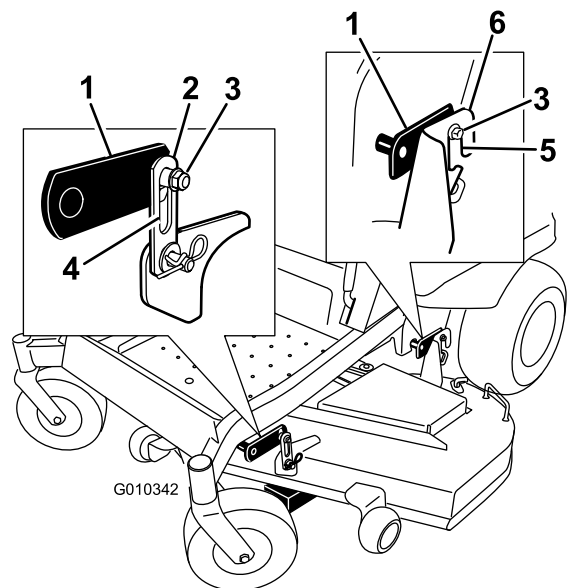

Bild 65
4. Lösen Sie die Sicherungsmuttern der Nivellierungseinstellung (Artikel 3) an allen vier Ecken, sodass das Mähwerk sicher auf allen vier Blöcken sitzt. Stellen Sie sicher, dass die Mähwerkhängeprofile ganz unten sind (oben am Schlitz) und dass das Mähwerkhubpedal ganz gegen den Anschlag gedrückt ist. Ziehen Sie dann die vier Sicherungsmuttern der Nivellierungseinstellung fest (Bild 65).